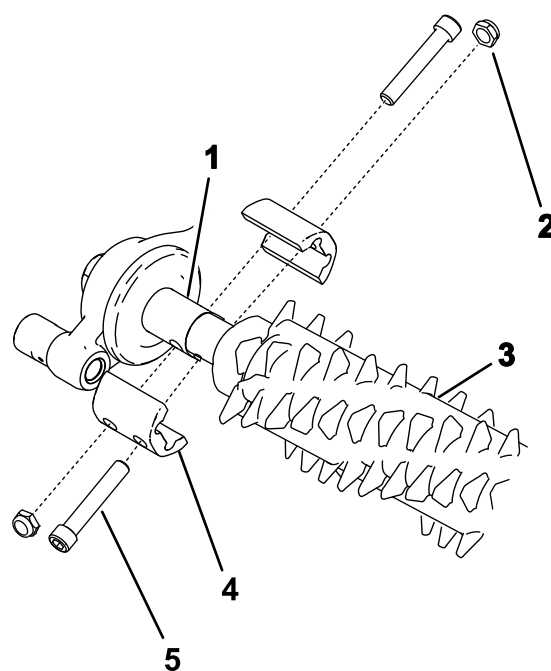

Рисунок 26
2. Совместите уборочный барабан с блоком привода механической щетки и натяжным роликом в сборе (**Рисунок 26**).
4. Затяните болты, которые удерживают узел механической щетки на месте, как показано на Рисунок 26; затяните болты с моментом от 5 до 7 Н·м.